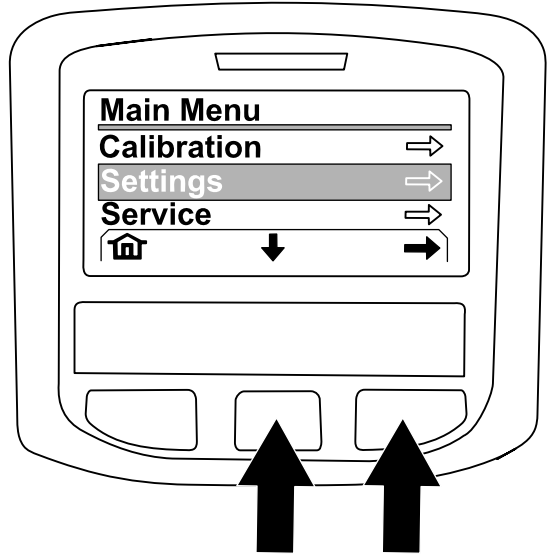

图226
4. 在MAIN MENU主菜单屏幕上按中间按钮可导航至SETTING设置选项然后按右按钮可选择选项图226。